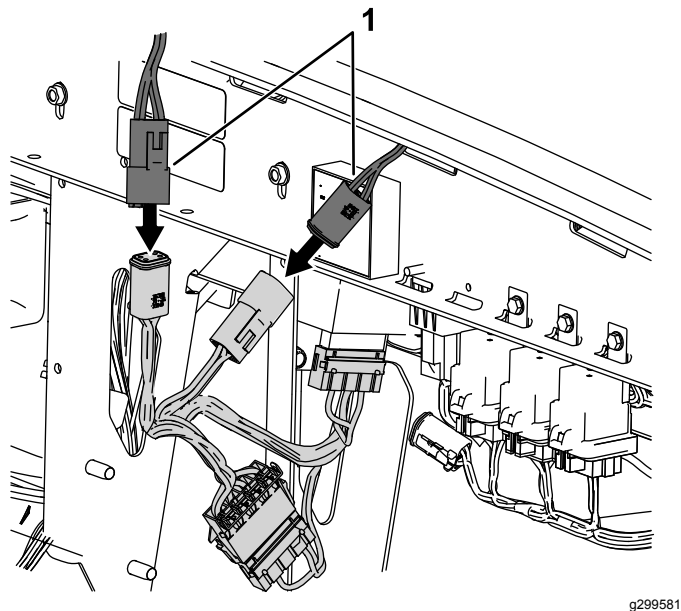

Рисунок 26
5. Подсоедините свободный квадратный штыревой разъем на жгуте проводов преобразователя напряжения к жгуту проводов переходника кабины (Рисунок 26).
6. Подсоедините свободный квадратный гнездовой разъем на жгуте проводов преобразователя напряжения к жгуту проводов переходника кабины (Рисунок 26).